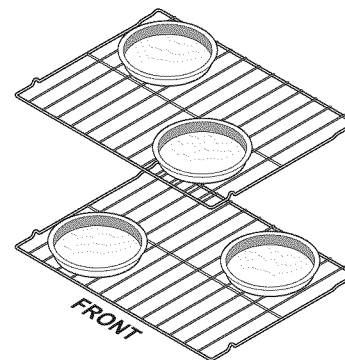

Figura 8: Horneado en diferentes niveles
- Para obtener los mejores resultados cuando hornee tortas o galletas con 2 parrillas, coloque los utensilios en las posiciones 3 y 6, y moldes como se muestra en Figura 8.